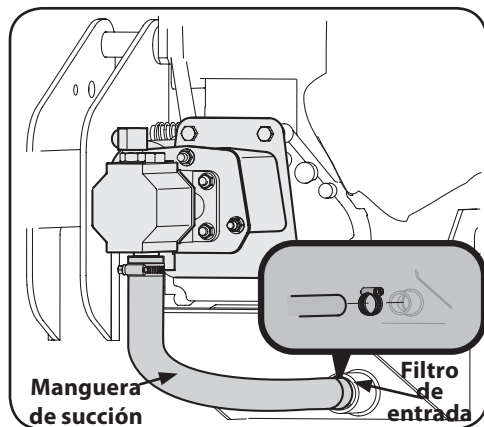

Figura 5-1
2. Si el motor tiene un motor horizontal configuración se muestra en la Figura 5-1, Vea Figura 5-1 para cambiar el fluido hidráulico.
4. Desconectar la manguera de aspiración desde la parte inferior del tanque de depósito. Vea la Figura 5-1 para los motores horizontales o Figura 5-1 para los motores verticales.